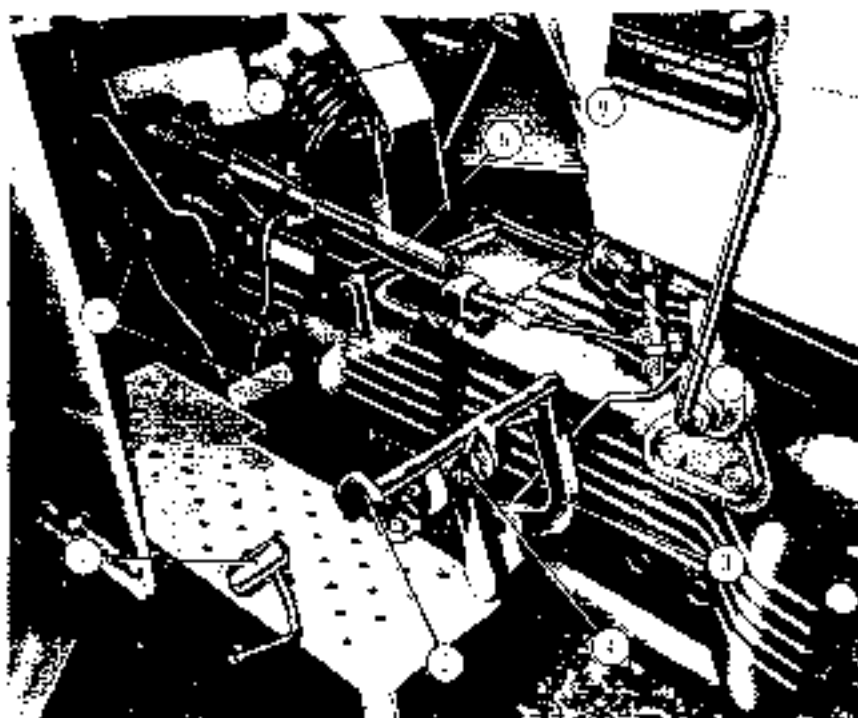

Fig. 5
- il pannello dell'asta di arresto del motore sia aperto a fondo (7 fig. 5);
- il freno a mano sia tirato (6 fig. 5).
4. Inserire la chiave nell'interruttore generale d'avviamento (1 fig. 5) e ruotarla sulla posizione 2. Ad avviamento avvenuto (dopo pochi secondi), rilasciare la chiave che ritornerà automaticamente sulla posizione 1.
8. Rilasciare la leva del freno a mano (6 fig. 5).
1. Ridurre la velocità portando il motore al regime minimo e frenando contemporaneamente con entrambi i pedali (2 e 3 fig. 5).
3. Tirare il pulsante dell'asta di arresto (7 fig. 5) fino a completo spegnimento del motore.
Per selezionare la gamma di velocità desiderata si dovrà disinnestare la frizione e, a motore fermo, agire sulla leva del selettore delle gamme e velocità (2 fig. 5).
Per azionare il dispositivo, premere l'apposito pedale (5 fig. 5).
I freni multiscopo a comando meccanico sono posizionati al serbatoio posteriori a monte dei riduttori filari. Possono essere azionati separatamente (2 e 3 fig. 5) o simultaneamente, collegando i due pedali mediante l'opposito cavistello (2 fig. 5).
Il freno di stazionamento agisce sui freni di servizio con un dispositivo meccanico indipendente e si aziona tirando verso l'alto l'opposita leva a mano (2 fig. 5).